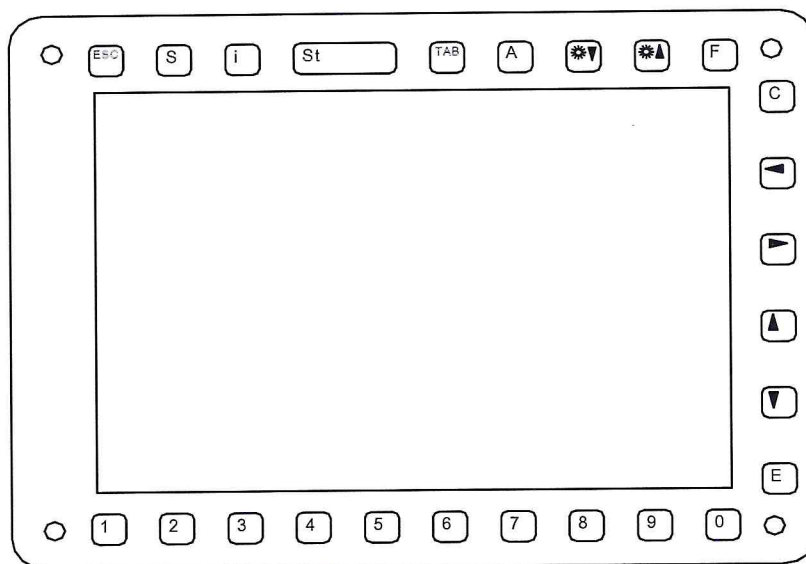

Рисунок 6.
1.2.6 Перейти в кадр УСАВП из основного кадра нажатием клавиши «0» на клавиатуре БИ МСУД (Рисунок 6).